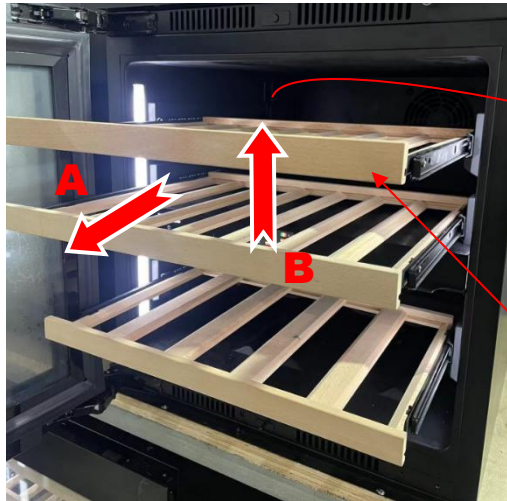
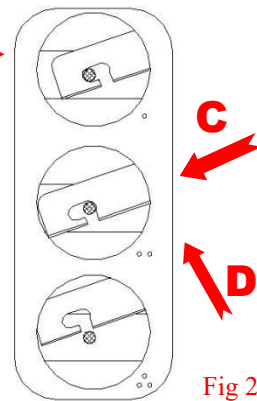

Fig 1
Fig 2.
Hu l-ixkaffa (A) u gholli n-naħa ta' quddiem tal-ixkaffa (B) (Fig.1), imbagħad imbutta ż-żewġ naħat tal-parti ta' wara tas-shelf fil-pożizzjoni xierqa (C) u gholli l-ixkaffa b'mod uniformi u mbagħad ġib l-ixkaffa 'l barra (D) (Fig.2)